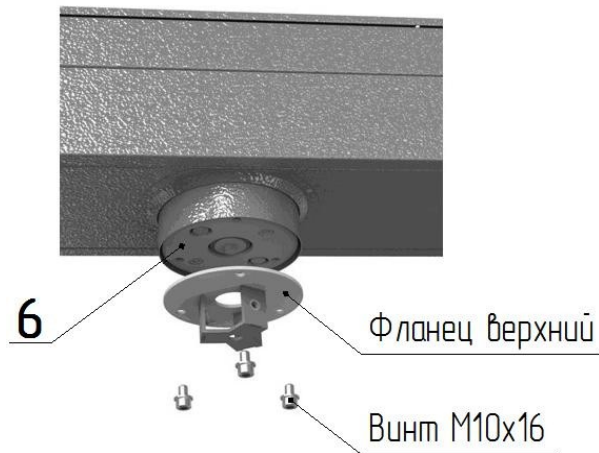
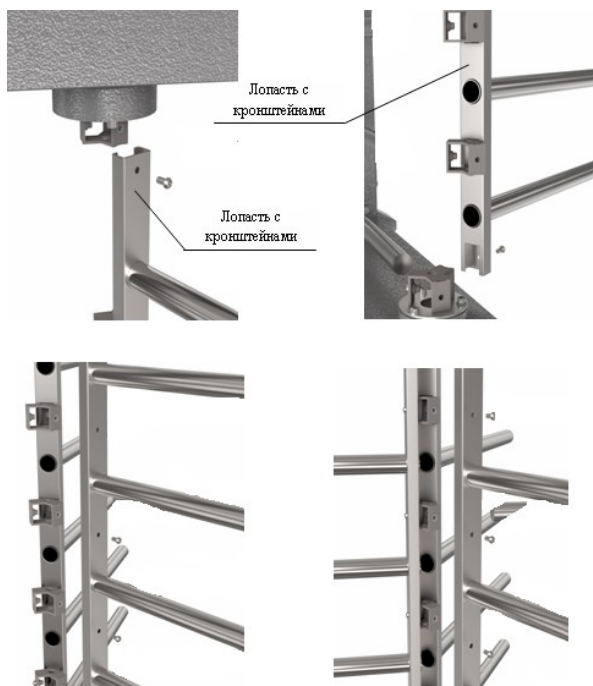

Рис. 3
Рис. 4
## 2. Сборка центральной стойки (Рис. 3 и Рис. 4):
- установите на диск муфты привода (рис.3) верхний фланец центральной стойки и закрепите винтами М10х16; в первую очередь установите на посадочные плоскости фланцев лопасть с внутренними кронштейнами (рис.4) и закрепите винтами М8 (не затягивая их);